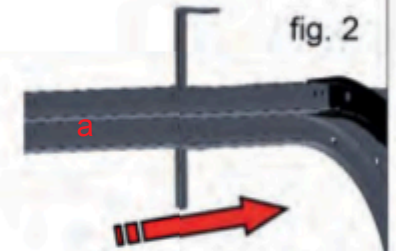

fig. 2
- Placer le rail en butée dans la courbe (voir fig.2).
- + S'assurer que l'axe soit de niveau et ajuster la position avec les vis de palier central M8 (voir fig.2)
- Régler la compression des roulettes dans les rails verticaux (figure 2)